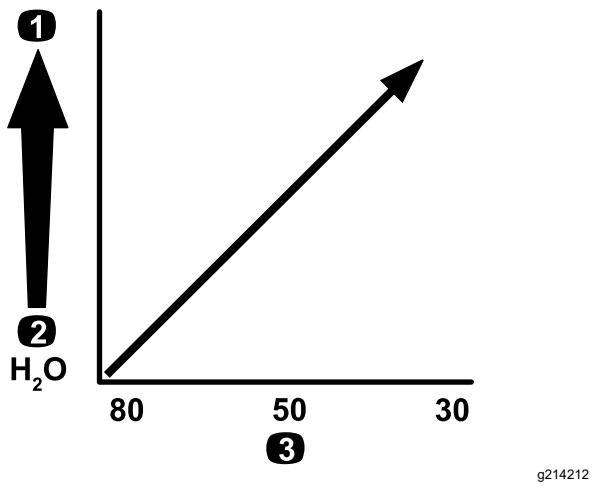

図 18
**重要** 粘度の高いドロドロした薬剤や、ウェッタブル水和剤を散布する場合には、オプションの目の粗いスクリーンが必要になる場合があります 図 18を参照。